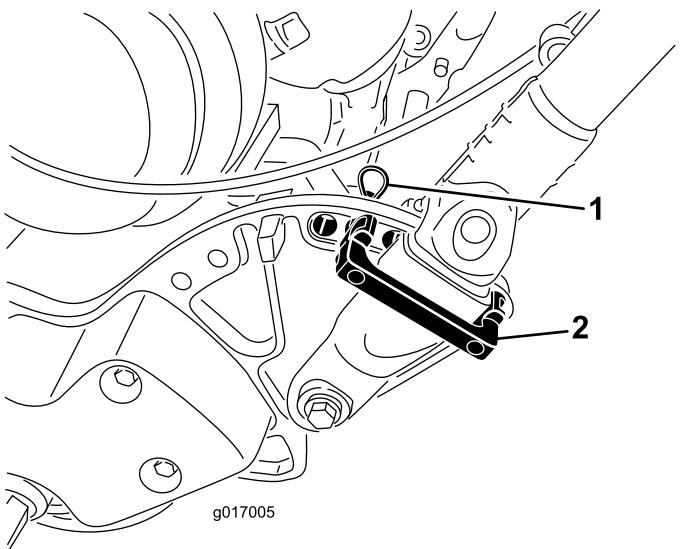

Figure 27
- Retirez les goupilles fendues des dispositifs de maintien du guidon de chaque côté de la machine (Figure 27).
- Soutenez le guidon, retirez les goupilles fendues de chaque côté et faites pivoter le guidon à la position voulue (Figure 27).